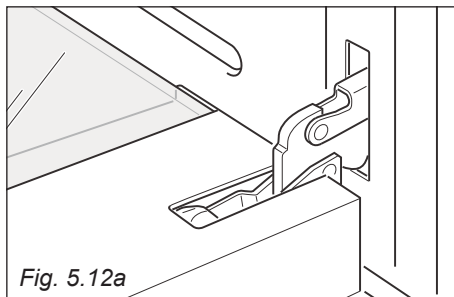

Fig. 5.12a
- Aprire completamente la porta del forno (fig. 5.12a).